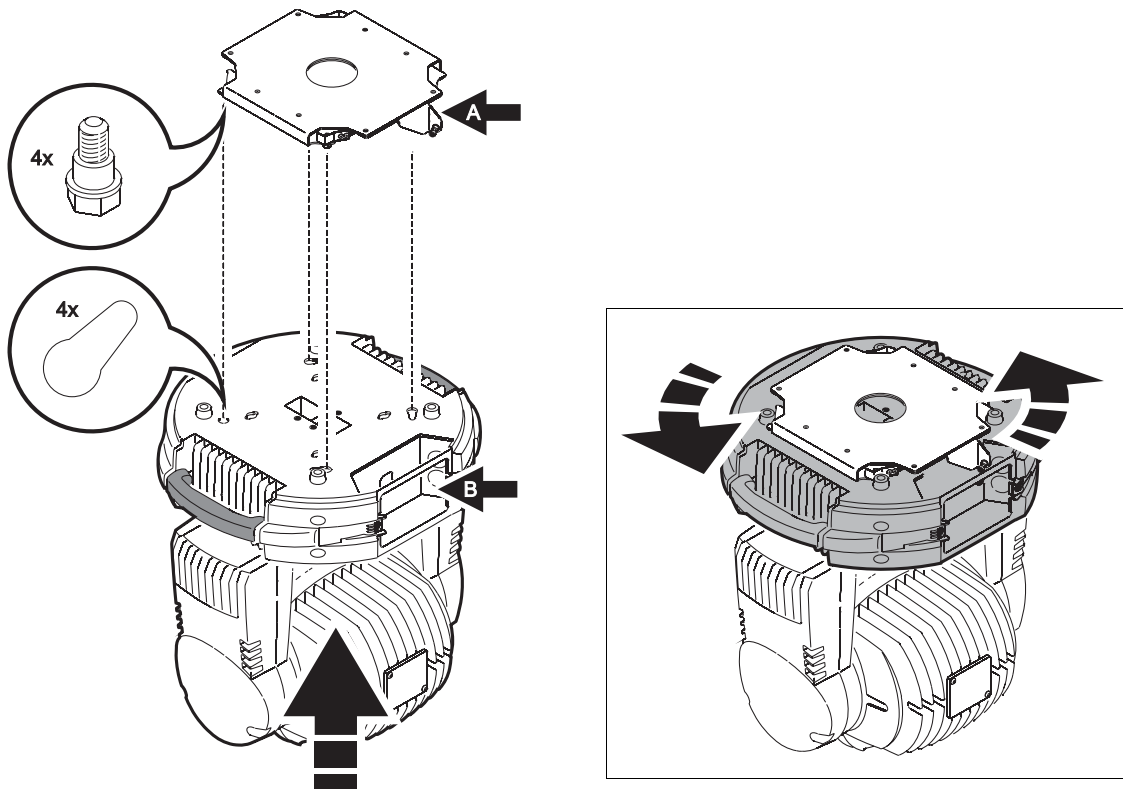

Bild 5: Bajonettverschluss des Schnellbefestigungs-Adapters
5. Siehe Bild 5. Halten Sie das Gerät an den Adapter. Richten Sie es aus. Die Kante **A** des Blechs muss in die Aufnahme **B** an der Basis des Geräts eingreifen. Drehen Sie die Basis im Uhrzeigersinn, bis die Bajonettverschlüsse voll eingerastet sind.